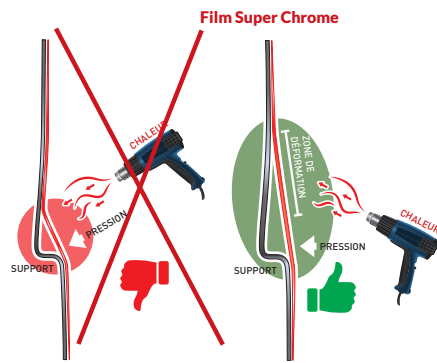

Figure 06
- › Tendre le film sur le support de façon à ce que ce dernier touche les parties en relief. (FIG. 06)